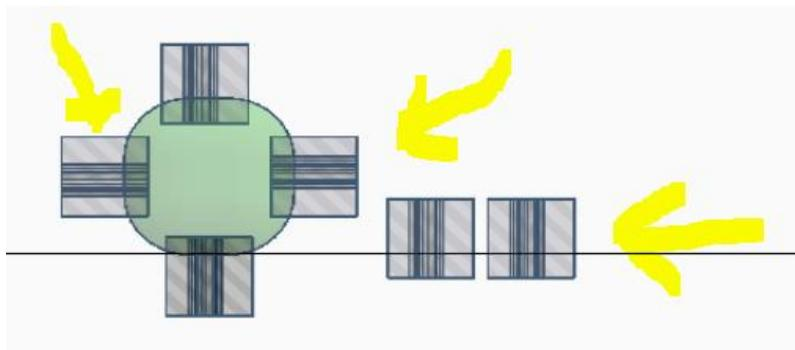

Figura 21. Localização das letras na visão frontal.
16. Além disso, suba um pouco as duas outras letras que restaram para não ficarem alinhadas com a letra de baixo. Isso será útil a seguir. Veja a Figura 21 para saber como é para ficar.